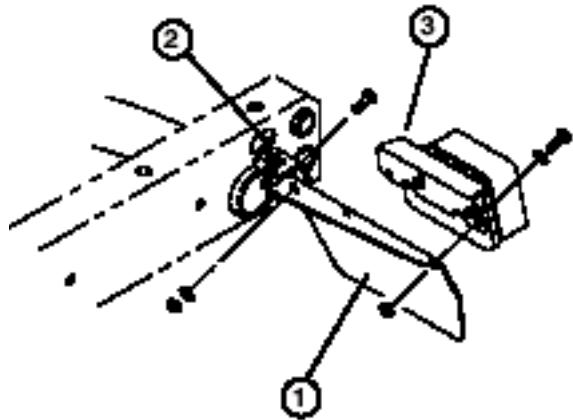

Figure 1
3. Fixez chaque plaque de feu de position arrière au dos des pattes supports du bâti à l'aide d'une vis  $\frac{5}{16}$ -18 x 1", d'une rondelle plate de 0,344" de D.I. et d'un écrou, comme illustré à la Figure 1.
4. Sur le côté gauche, retirez (2) vis d'assemblage, rondelles et écrous de fixation du support de montage de feu de position arrière à la plaque de feu de position arrière.